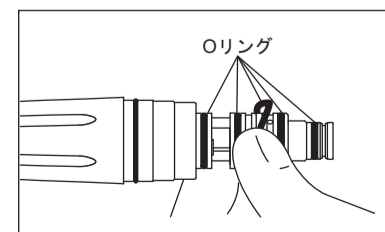

図11
- 2) 交換するOリングを指先でたるみをつけて取り外します。(図11)